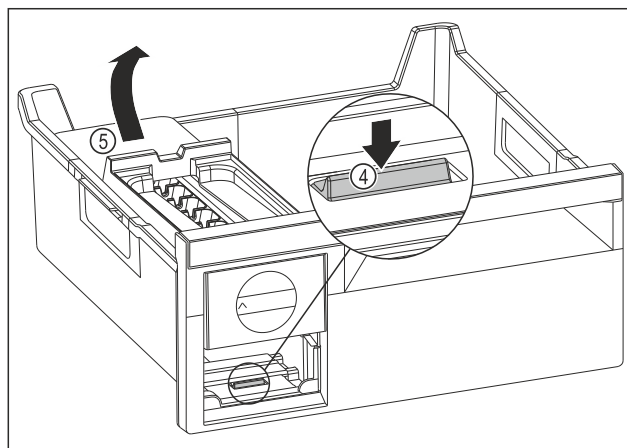

Fig. 242
- Vyjmutí korpusu EasyTwist-Ice: Lamelu Fig. 242 (4) zatlačte prstem směrem dolů a zároveň nadzvedněte druhou rukou korpus EasyTwist-Ice Fig. 242 (5) zezadu.